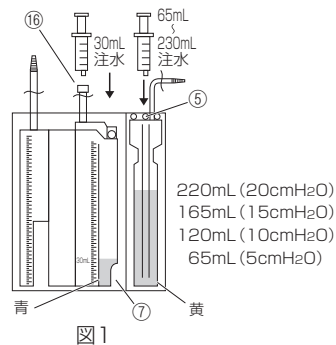

図1
- 患者の胸部より低い位置に、本品が垂直になるように設置する。設置の際には、吊具①または回転スタンド⑨を使用すること。回転スタンド⑨は、90度回転させて使用し、転倒させないようにすること。
空気導入口（注水口）⑤から注水して設定圧の高さまで滅菌蒸留水または生理食塩水を満たす。注入された水は黄色になる。空気導入口（注水口）⑤にシリンジを差し込み吸引すると水位の調節が可能である。図1の注水量は目安であり、実際には設定圧の目盛を確認しながら注入操作を行うこと。